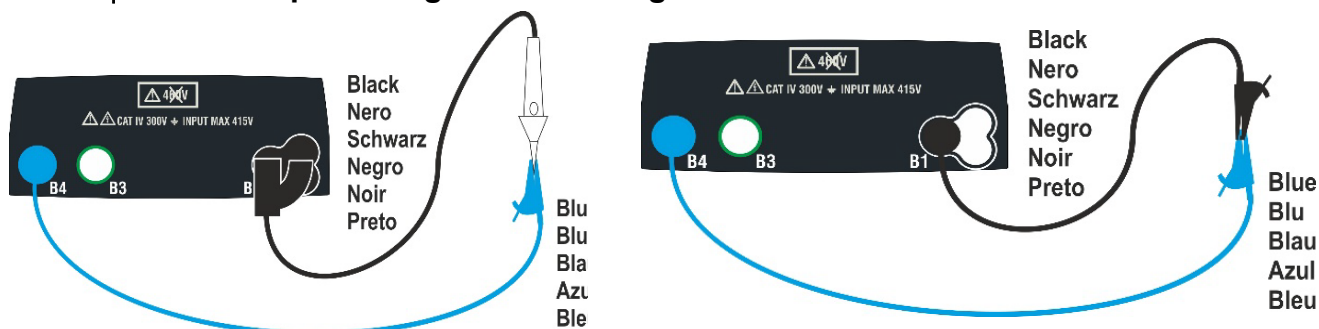

Fig. 10: Bortkompensering av resistansen i testledningarna/fjärrbetjäningsproben
2. Kortslut krokodilklämmorna/testledningarna eller fjärrbetjäningsproben som visas i Fig. 10.